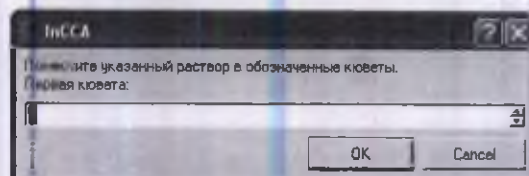

Рисунок 12-29
1. Добавьте 300 мкл раствора А в кювету 3 или любую другую кювету, как показано на экране (Рисунок 12-29).